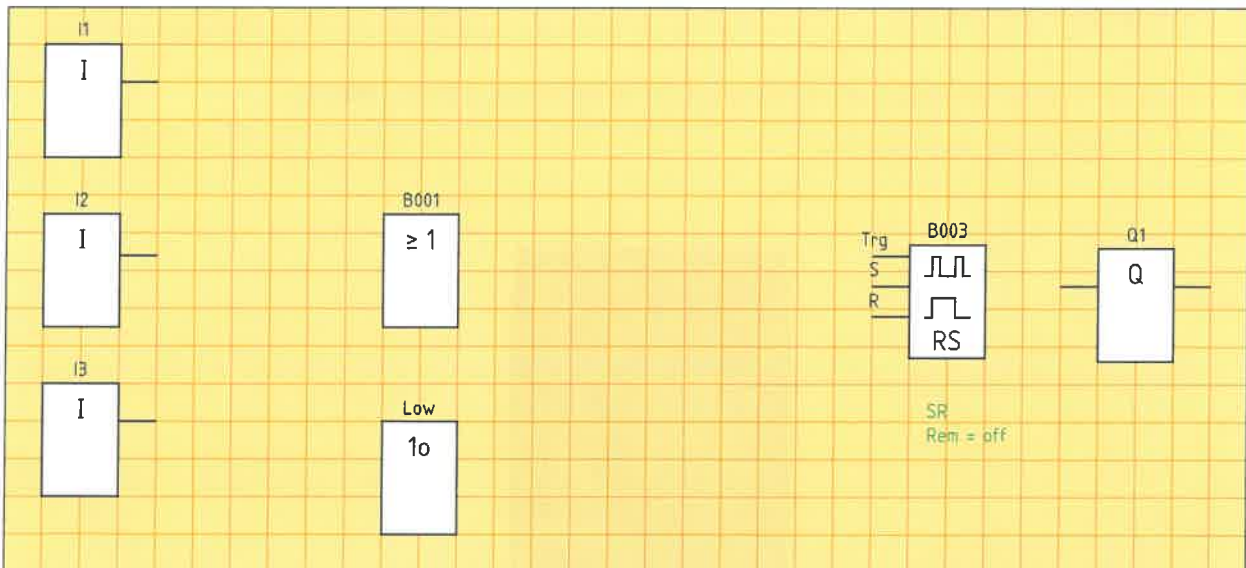

Bild 2: Funktionsplan
c) Ergänzen Sie den Funktionsplan (Bild 2).